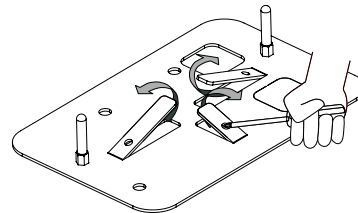

Fig. 4C
- Saque las grapas de anclaje con la ayuda de un destornillador (Fig. 4C).